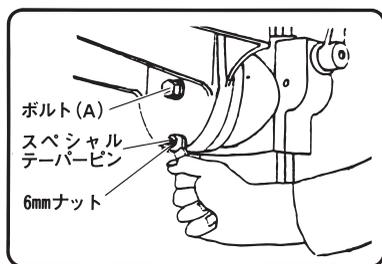

図 8
- (1) 6mmナットを締め込み、スペシャルテーパピンを抜きます。(図8)
- (3) テーブル角度調整後、ボルト(A)を締付けテーブルを固定してください。(図8)
- (1) テーブルの刻印線を目盛「0」に合わせ、抜いておいたスペシャルテーパピンを軽くたたいて打込んでください。
- (2) 次にボルト(A)(図8参照)を締付けます。
- (3) 最後にスペシャルテーパピンが抜けない程度に6mmナットを軽く締めておいてください。